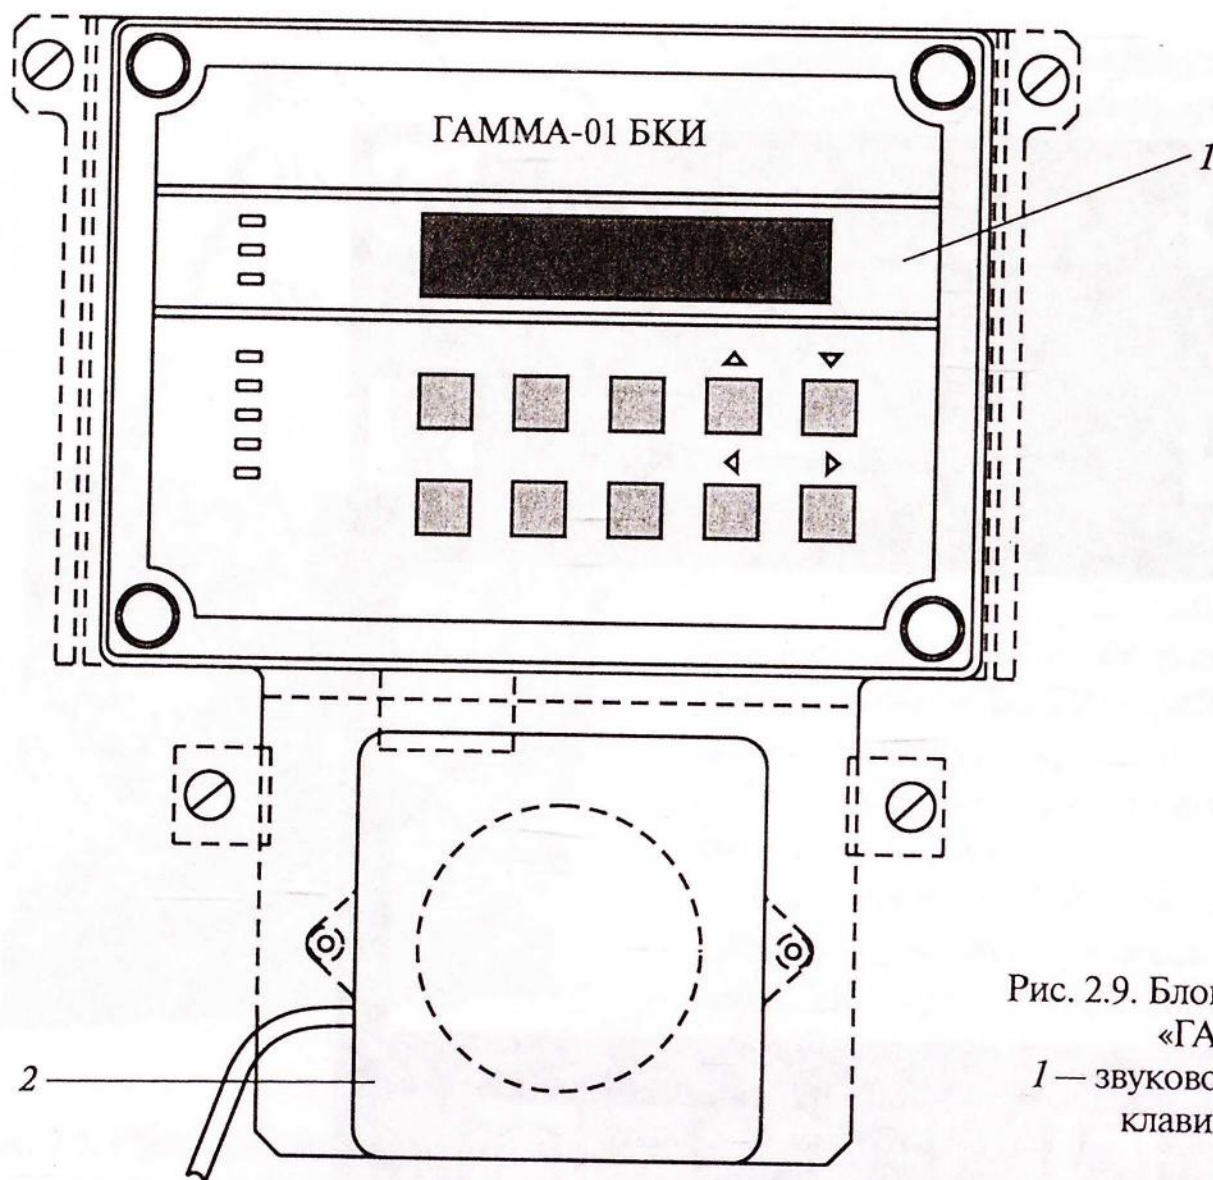

Рис. 2.9. Блок клавиатуры и индикации «ГАММА—01.БКИ»:
- блок клавиатуры и индикации «ГАММА-01.БКИ» (рис. 2.9);